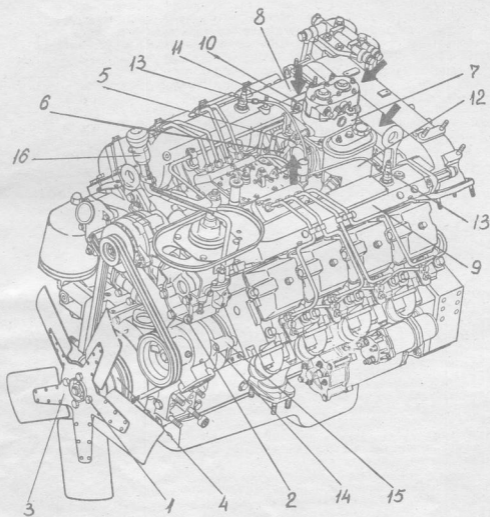

Рис. 15. Двигатель с навесным оборудованием в сборе:
49. Установить прокладку, насос 12 (Рис. 15) гидросилителя руля в сборе с трубками и завернуть